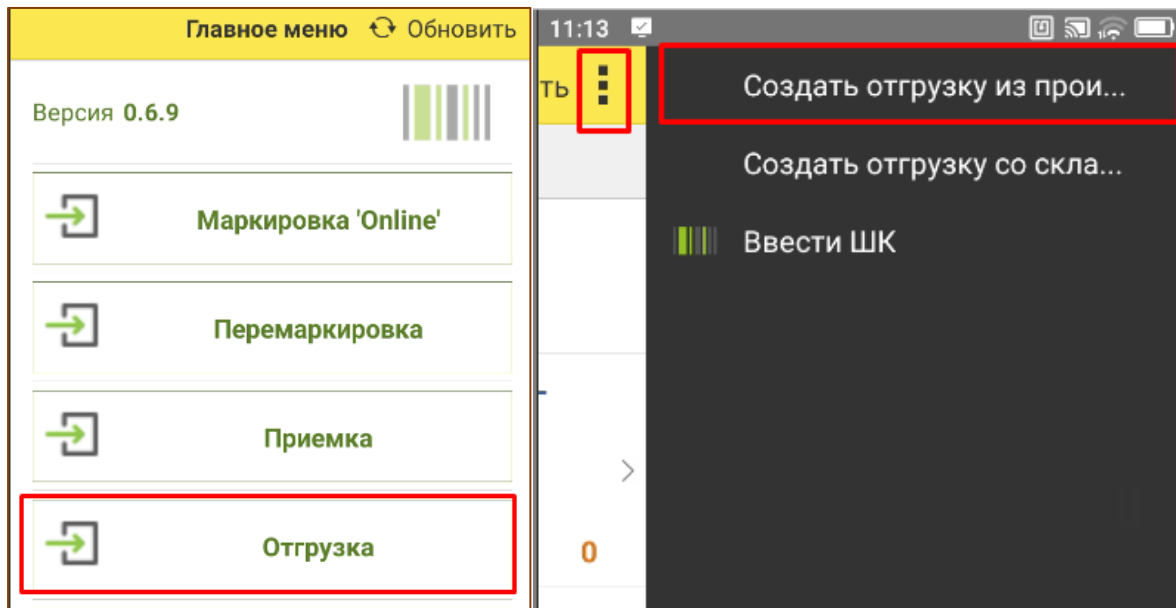

Рис. 11.15 - Создание документа Отгрузки на ТСД
1. Выбрать соответствующий раздел на ТСД, далее нажать «Создать отгрузку из производства» (Рис. 11.15);